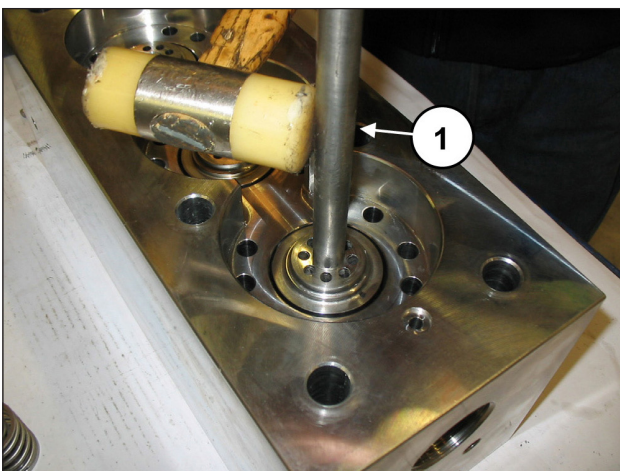

Fig. 102
**Si les sièges de soupape résultent bloqués sur la tête à cause de la présence de calcaire ou s'ils sont oxydés, les débloquer en faisant passer l'outil (réf. 034300020) dans l'orifice de refoulement (rep. ①, Fig. 102).**